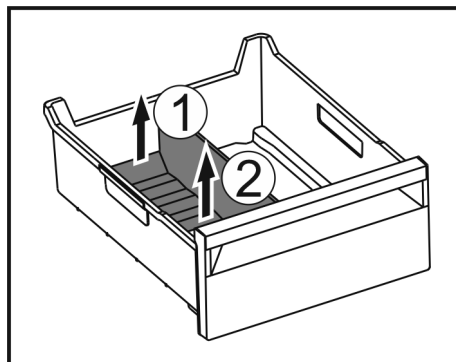

Fig. 135
- ▶ Emelje meg a jégkész-eltávolító hátsó részét. Fig. 135 (1)
- ▶ Vegye ki a jégkész-eltávolítót felfelé. Fig. 135 (2)